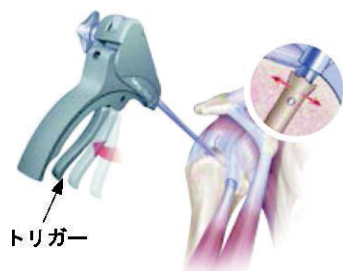

図4
10. ガンを軽く押ししながらガンのトリガーを引いて、アンカーピンをスリーブ内に装填します(図4)。